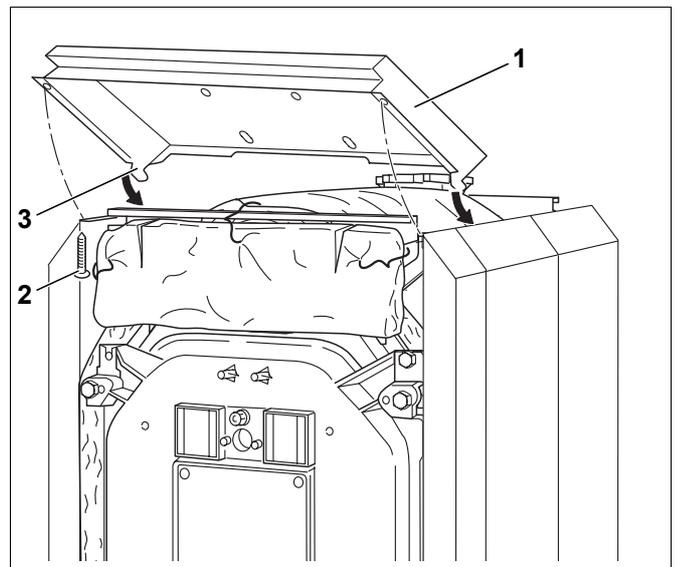

Bild 52 Vordere Haube montieren
- ▶ Vordere Haube (Bild 52, **Pos. 1**) mit den beiden Haken (Bild 52, **Pos. 3**) in die vorderen Seitenwände einhängen.
- ▶ Mit zwei Blechschrauben (Bild 52, **Pos. 2**) die vordere Haube von unten mit den Längsschienen verschrauben.